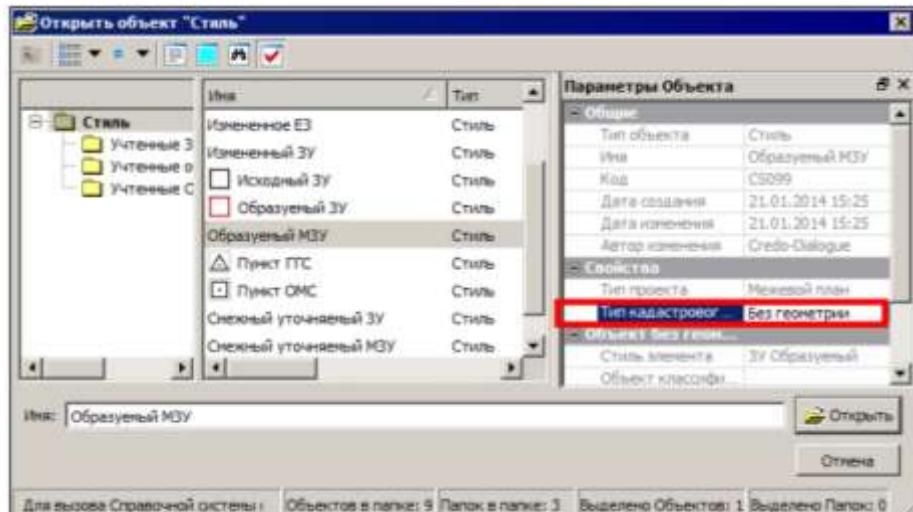

Рисунок 15 – Открыть объект «Стиль»
- Далее откроется диалог **Открыть объект «Стиль»** (рис. 15), выберите в нем стиль в зависимости от вида кадастровых работ.
В данном случае – *Образуемый МЗУ*. Обратите внимание, что для данного стиля задан **Тип кадастрового объекта** – *Без геометрии* (рис. 15). Это значит, что создаваемый объект будет содержать только свойства и геометрию ему создать невозможно.